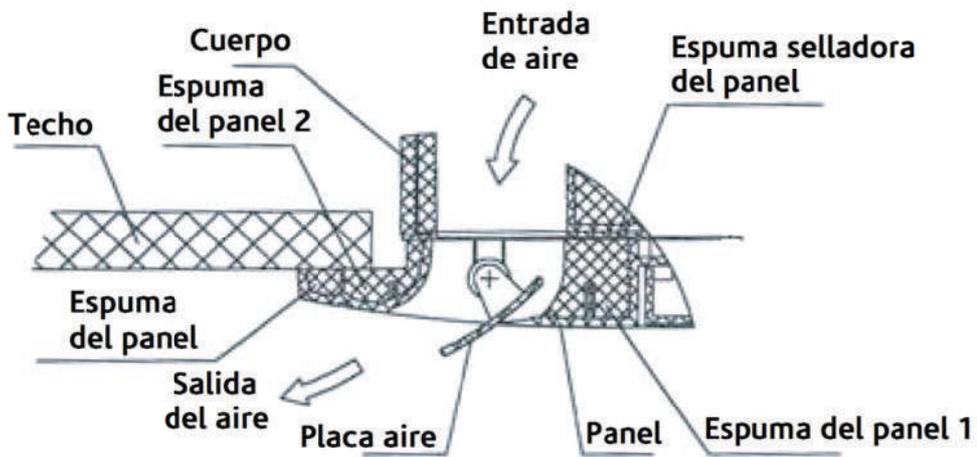

Fig.5-30
- Continúe apretando los tornillos bajo los ganchos del panel hasta que el grosor de la esponja entre el cuerpo y la rejilla del panel se haya reducido entre 4 y 6mm. Los bordes del panel deben hacer contacto con el techo fig. 5-30).